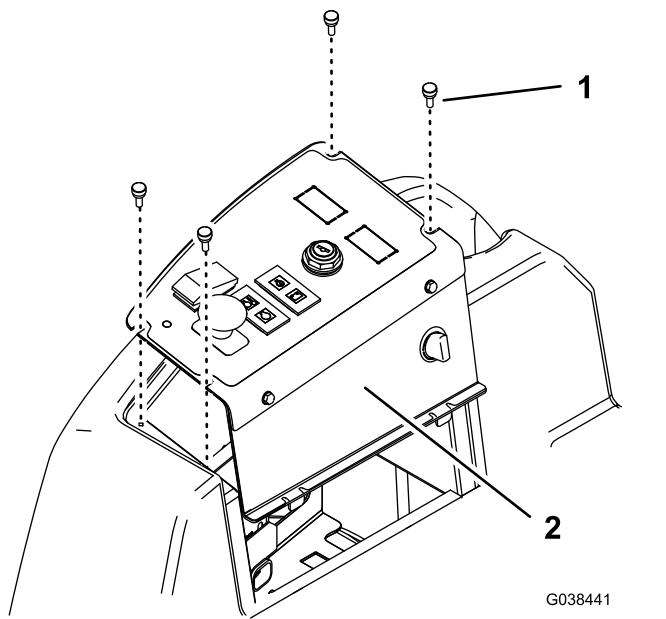

Figura 10
1. En los modelos Groundsmaster 3280 y 3320, retire los 4 tornillos de mariposa que fijan el panel de control y deje a un lado el panel de control (Figura 10).
3. En los modelos Groundsmaster 3280 y 3320, fije la placa de montaje del asiento a la máquina con los pernos y las tuercas que retiró anteriormente y fije el panel de control con los tornillos de mariposa (Figura 10).